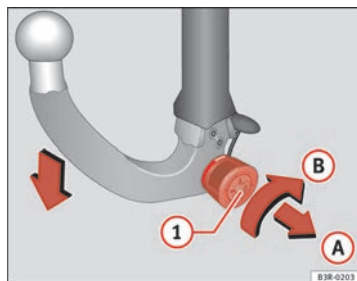
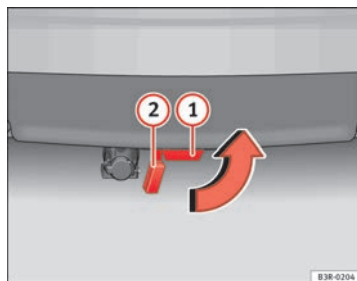

Fig. 170 Dispositivo di traino asportabile. Come smontare il gancio a testa sferica
Fig. 171 Paraurti posteriore: collocare il tappo
- Inserire la chiave nella serratura della rotella (1) ⇒ fig. 170.
- Tenere fermo il gancio a testa sferica e tirare la rotella in direzione della freccia (A).
- Tenere tirata la rotella e girarla in direzione della freccia (B) fino a quando scatta.
- Estrarre il gancio a testa sferica dall'attacco (1) ⇒ fig. 171, tirandolo verso il basso. L'attacco viene automaticamente chiuso dal coperchio (2).